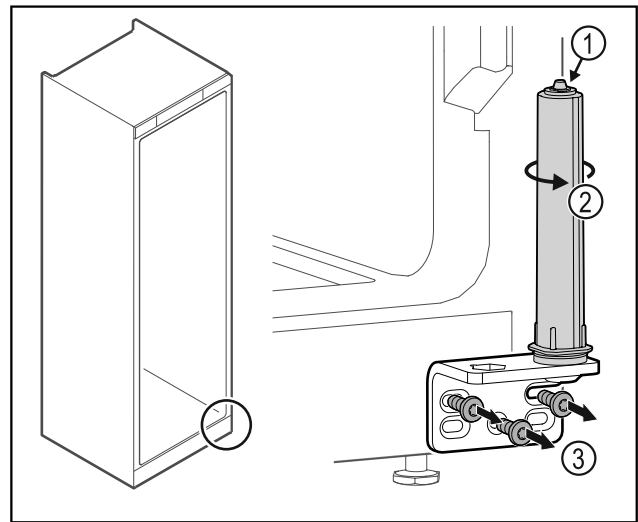

Fig. 35
- ▶ Deursluitsysteem niet uit elkaar halen Fig. 35 (1).
- ▶ Sluitsysteem Fig. 35 (2) draaien tot het klikt.
- ▶ Scharnierhoek Fig. 35 (3) losschroeven.